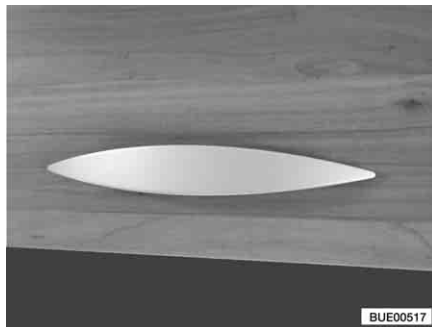

Fig. 42 Sportello del mobile con maniglia (esempio)
- Tirare la maniglia (Fig. 42) finché lo sportello del mobile non si apre.